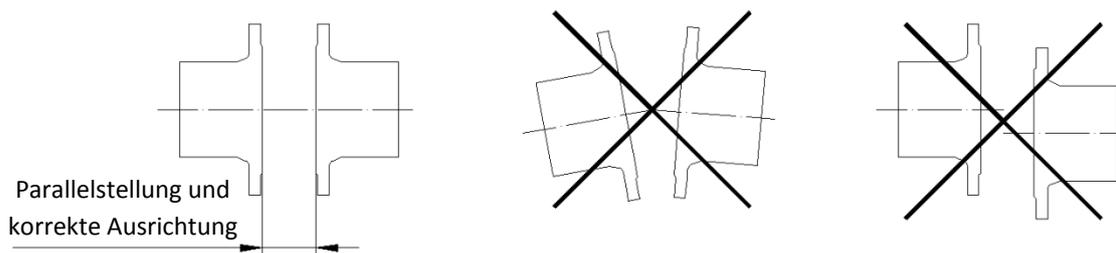

Abb. 2
- Es ist besonders auf den korrekten Abstand zwischen den Anschlussflanschen zu achten und darauf, dass diese exakt und parallel ausgerichtet sind (Abb. 2).